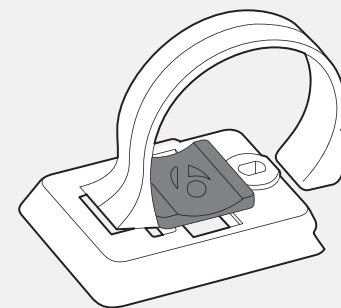

図13: コンピューターベースへのパッドの挿入
4. ロゴのついたラバーパッドをコンピューターベースの背面に挿入します (図13)。